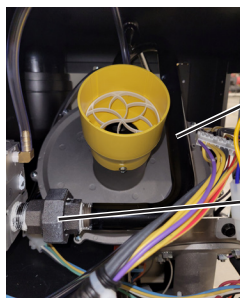
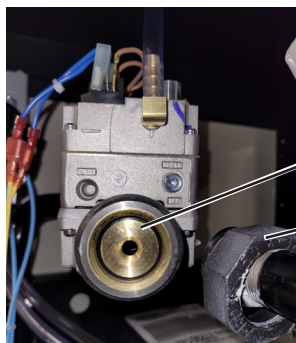

Figure 4.
Figure 5.
7. REMPLACEZ L'ORIFICE DE GAZ : Utilisez une pince multiprise ordinaire pour desserrer le circuit de gaz au niveau du raccordement de l'orifice d'évacuation des gaz (près de la soupape de gaz) et remplacez l'ORIFICE D'ÉVACUATION DES GAZ par le nouveau fourni. Voir Figure 5. Jetez l'ancien orifice d'évacuation des gaz. **Assurez-vous que le joint torique est installé autour du rebord extérieur de l'orifice d'évacuation des gaz et que ce dernier est placé de manière affleurante à l'intérieur du raccord.** Serrez le raccord à l'aide de la pince multiprise ordinaire pour assurer une bonne étanchéité. Voir Figure 4 et Figure 5.
TOURNEZ pour desserrer le raccord inférieur du circuit de gaz comme indiqué sur la Figure 5.